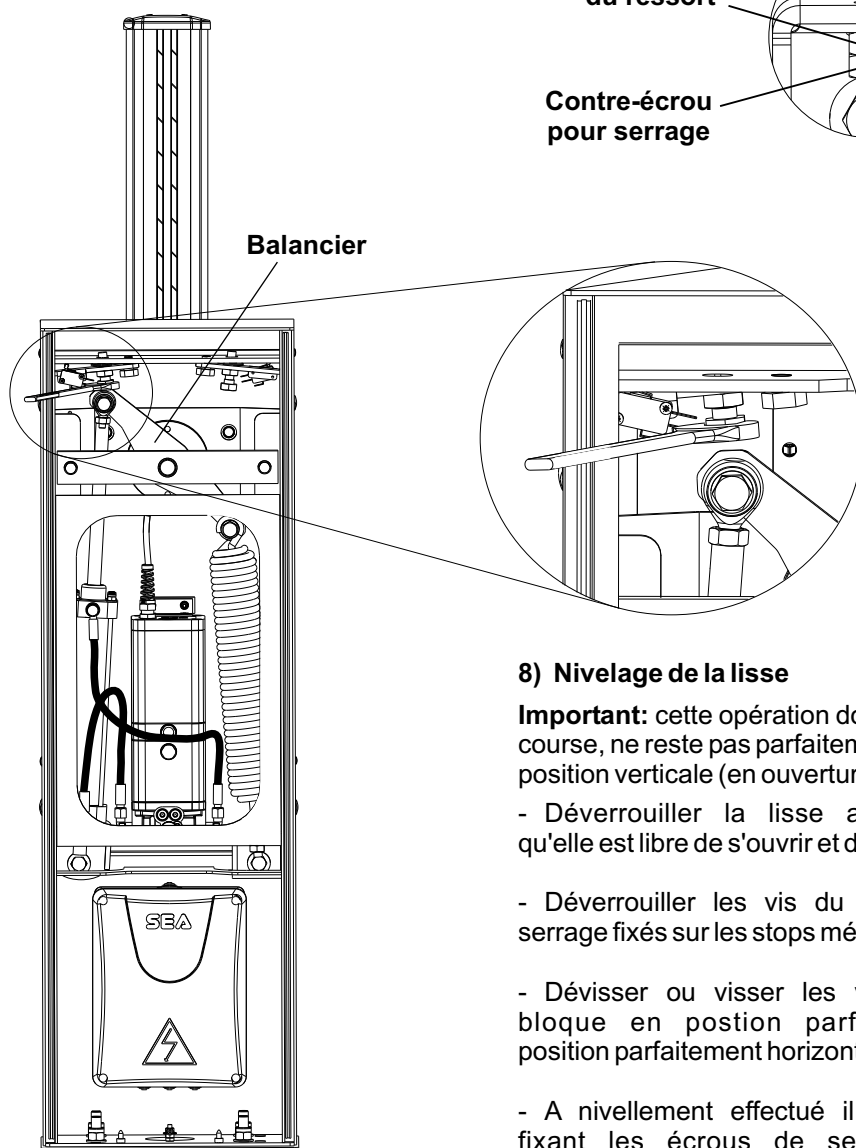

Fig. 14
- Déverrouiller les vis du fin de course en dévissant les écrous de serrage fixés sur les stops mécaniques (Fig.14).
- Dévisser ou visser les vis de fin de course afin que la lisse se bloque en position parfaitement verticale en ouverture, et en position parfaitement horizontale en fermeture (Fig.14).